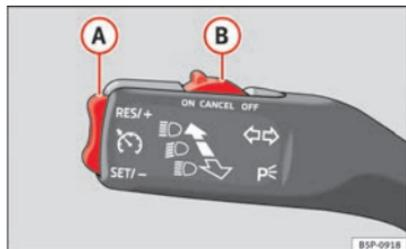

Fig. 148 Levier des clignotants et des feux de route : commande et touche basculante pour régulateur de vitesse.
- Lorsque la vitesse à mémoriser est atteinte, appuyez une fois brièvement sur la partie inférieure **SET/-** de la commande à bascule ⇒ fig. 148 **A**.
- Appuyez sur la partie supérieure **RES/+** de la commande à bascule ⇒ fig. 148 **A** pour augmenter la vitesse. Tant que vous maintenez enfoncée la commande à bascule, le véhicule accélère. Lorsque vous lâchez la commande à bascule, la nouvelle vitesse est mémorisée.
- Appuyez sur la partie inférieure de la commande à bascule **SET/-** ⇒ fig. 148 **A** pour réduire la vitesse. Le véhicule réduira la vitesse en décélérant automatiquement tant que la touche est enfoncée. Lorsque vous lâchez la commande à bascule, la nouvelle vitesse est mémorisée.
Si vous diminuez la vitesse mémorisée en appuyant sur la pédale de frein, le régulateur se désactive. Vous pouvez réactiver le régulateur en appuyant une seule fois sur la partie supérieure **RES/+** de la commande à bascule ⇒ fig. 148 **A**. ■